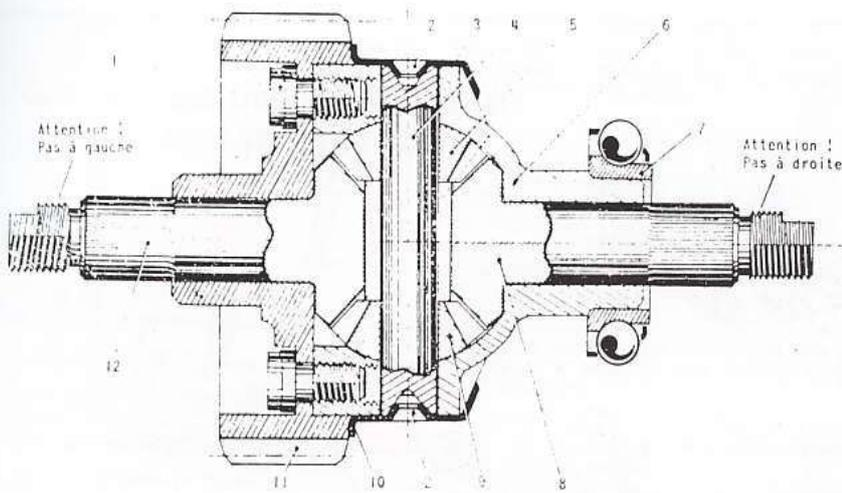

Fig. 56. — Vue en coupe du différentiel
- Huiler et mettre en place le planétaire droit (8) (fig. 56) (filetage à droite).
- Huiler et monter les satellites (5) et (9) et leur axe (4) (à la presse ou à l'étai parallèle).
- Serrer le boîtier de différentiel (6) dans l'étau, les mors prenant appui sur les extrémités de l'axe des satellites.
- Huiler et monter le planétaire gauche (12) (filetage à gauche) dans la roue du démultiplicateur (11) et présenter l'ensemble sur le boîtier de différentiel. Poser les 8 vis (1) et les bloquer à $8 \pm 0,5$ m.kg.
- Poser la couronne en tôle (3) et l'engager bien à fond, le bord tombé extérieur (10) bien en contact avec la roue du démultiplicateur.